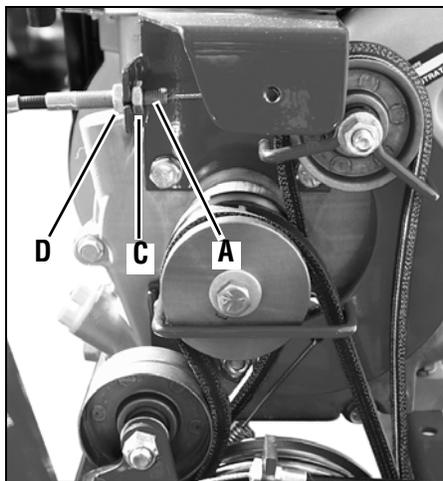

Figura 5-6: Mueva el ajustador roscado (A) hacia la izquierda para aumentar la tensión de la correa.
- Suelte la perilla de control de embrague de marcha atrás y luego desenrosque la contratuerca interior (C, Figura 5-6) de una a dos vueltas. Tire del ajustador de cable roscado (A, Figura 5-6) hacia la izquierda hasta que la contratuerca interior (C) toque la ménsula.
- Evite que la contratuerca interior (C) gire y ajuste la contratuerca exterior (D) contra la ménsula. Evite que la contratuerca exterior (D) gire y ajuste la contratuerca interior (C) contra la ménsula.